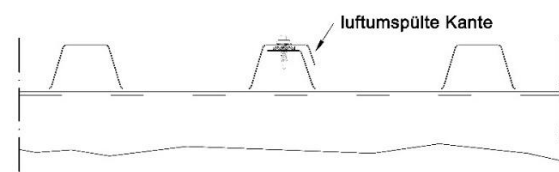

Bild 3: Längsstoßüberdeckung
- Längsstoßüberdeckung der Dachdeckung (Bild 3).